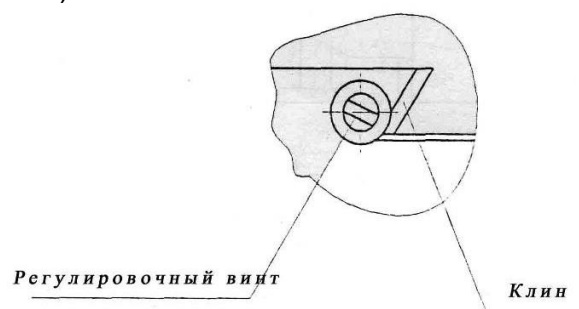

Рис.4
1) Регулировка направляющих стола. (см. Рис. 4).